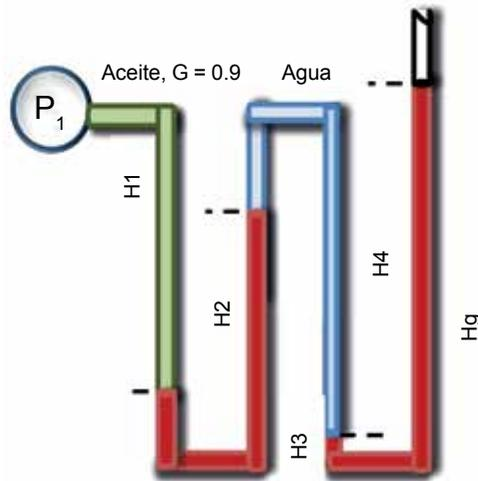

Figura 14. Problema i.
- i) Para el manómetro compuesto que se muestra en la figura 14, calcule la presión en el punto A, donde $h_1 = 125$ mm, $h_2 = 250$ mm, $h_3 = 50$ mm y $h_4 = 475$ mm.